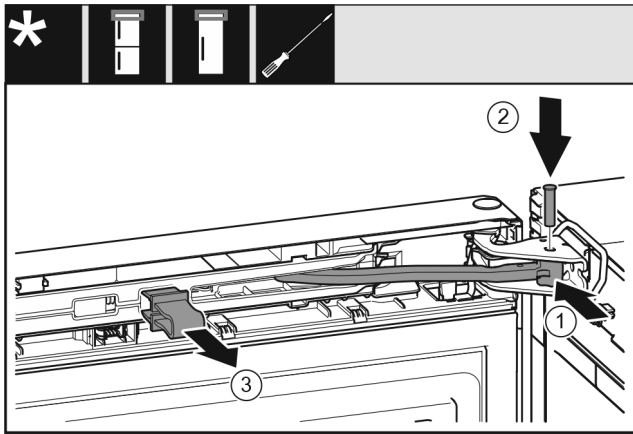

Fig. 50
- ▶ Girar la articulación en el soporte de apoyo. Fig. 50 (1)
- ▶ Introducir los pernos en el soporte de apoyo y la articulación. Asegurarse de que el saliente de retención descansa correctamente en la ranura. Fig. 50 (2)
- ▶ Retirar el seguro. Fig. 50 (3)